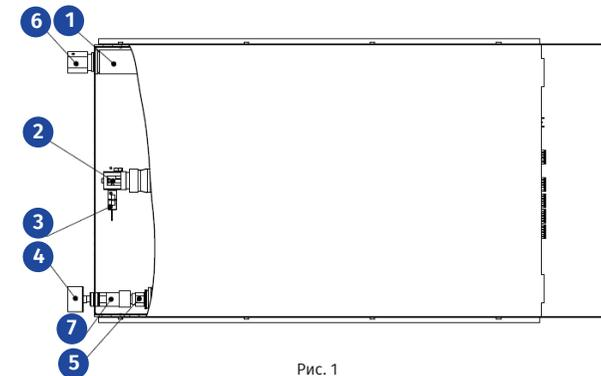

Рис. 1
3.1 МГП-СС «Уран» состоит из герметичного стального корпуса (1), заполненного газовым ОТВ (Рис.1). На боковой части модуля расположено запорно-пусковое устройство (ЗПУ) с термочувствительной колбой (2) и электромеханическим активатором (3), обеспечивающим автоматический режим запуска МГП. Модуль оснащен манометром общетехническим (4) для контроля давления внутри резервуара, штуцером для закачки ГОТВ (5) и предохранительным клапаном (6). Для возможности проведения ежегодной проверки манометр (4) оснащен быстроразъемным соединением (7). По отдельному заказу модуль может быть оснащен электронным датчиком давления для возможности дистанционного контроля сохранности ГОТВ.